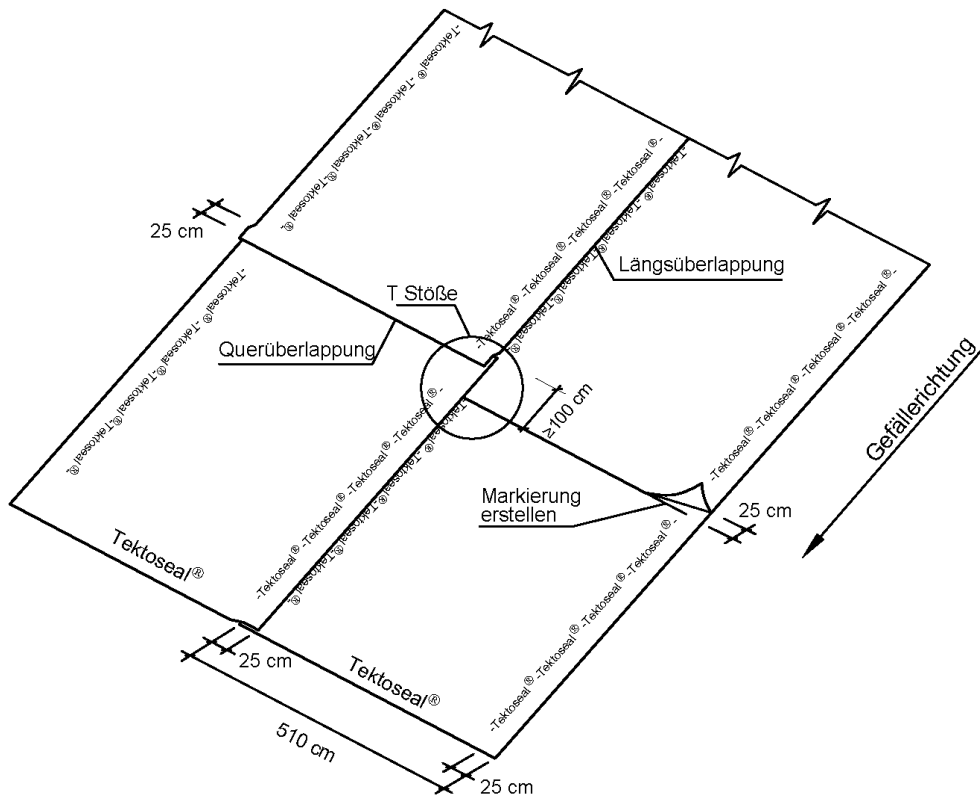

Abb. 5: Ansicht der Bahnanschlüsse von Tektoseal® Clay
- T-Stöße sind um 1,00 m versetzt auszuführen (Abb. 5), Kreuzstöße sind nicht erlaubt.